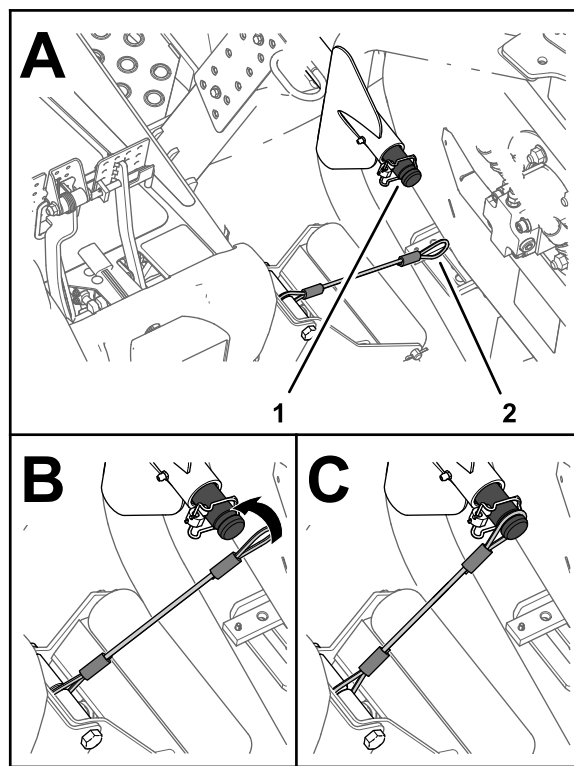

Рисунок 66
6. Наденьте петлю стропа на несущий вал до полной посадки петли в канавку вала (Рисунок 66).
5. Совместите строп с несущим валом подъемного рычага переднего наружного режущего блока (Рисунок 66).